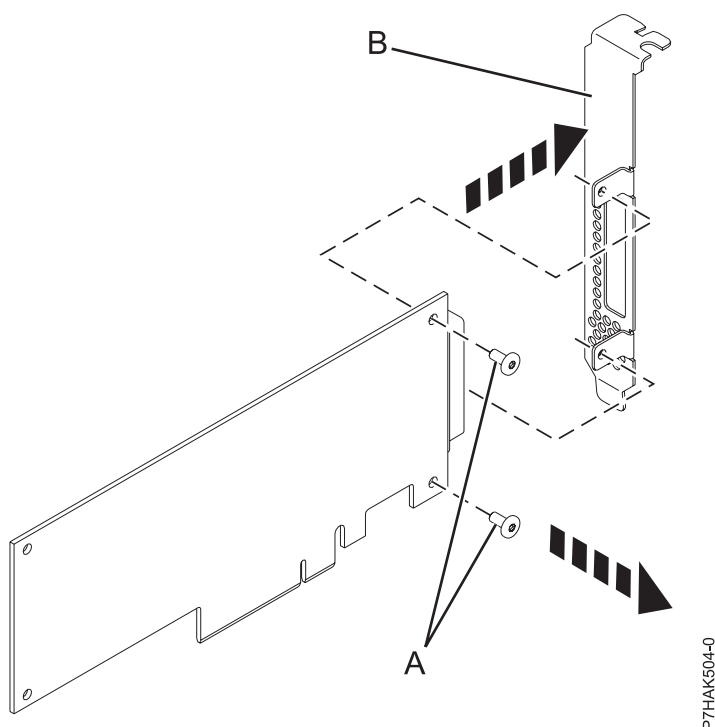

Figura 33. Extracció de la contrapunta de perfil alt d'un adaptador PCI nou
7. Fent servir un tornavís Phillips, traieu els dos cargols de subjecció (A) que subjecten la contrapunta (B) a l'adaptador PCI nou, com es mostra a la Figura 33.